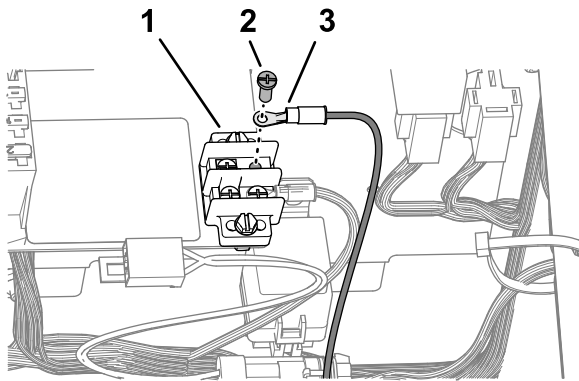

Figura 19
1. Retire um parafuso terminal do bloco de ligação à terra (Figura 19).
2. Instale o terminal de anel rotulado HORN GROUND da cablagem do kit ao bloco de ligação à terra com o parafuso terminal (Figura 19).